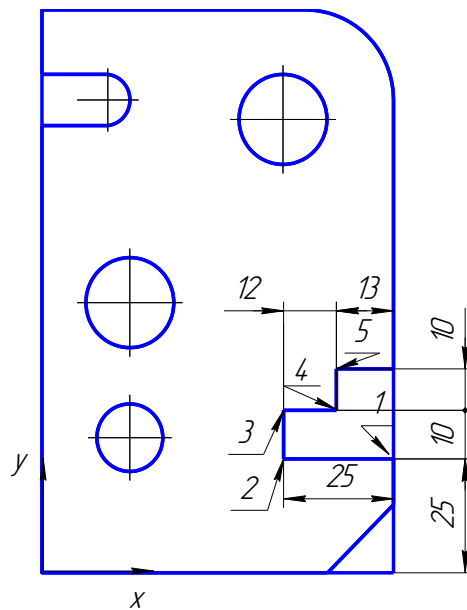

Рис. 5
9. Вырезаем паз сложной конфигурации (рис. 5). Строим паз через ввод отдельных отрезков. Чтобы построить произвольный отрезок, вызовите команду  **Отрезок**. Задайте начальную точку отрезка **т.1** $x = 80, y = 25$, введите длину отрезка 25, положение конечной точки **т.2** отрезка будет определено автоматически. Для построения отрезка между точками 2 и 3 в соответствующие поля **Панели свойств** введите длину отрезка 10 и значение угла 90° , а начальную точку отрезка укажите мышью. Остальные отрезки строим аналогично.